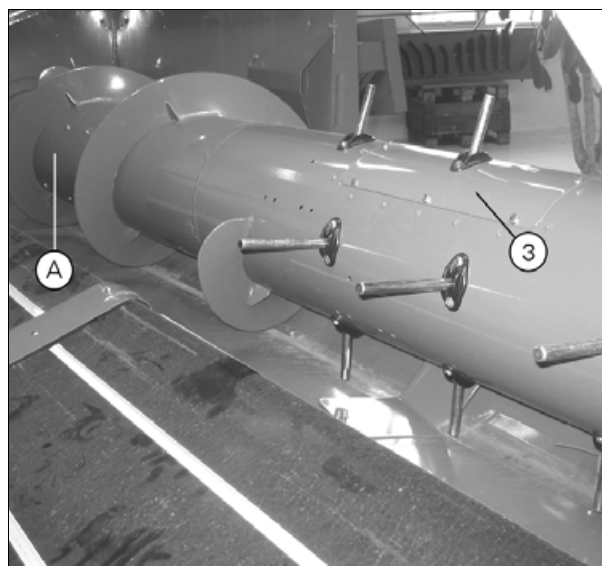

Рис. 5.
- Выверните болты внутреннего кронштейна через треугольное отверстие (G). Используйте накидной ключ с длинной рукояткой. При наличии внутренних повреждений шнека жатки снимите крышки смотровых люков (З) и (А) (рис. 5).
1. Снимите крышку смотрового люка (3) (рис. 5).
3. Ударьте по кривошипу в направлении стрелки, пока он не будет снят с коленчатого вала (A) (при сборке не забудьте установить шпильки (B)).